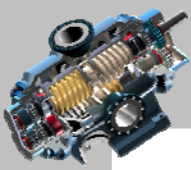
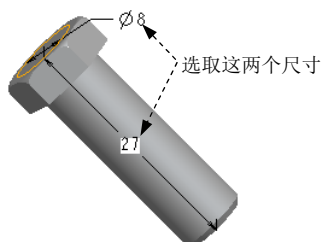

图 7.1.3 “族项, 类属模型: BOLT_1”对话框
图 7.1.4 选取尺寸
Step3. 单击对话框中的“添加/删除表列”按钮, 添加模型各尺寸变量、参数或特征，系统弹出“族项，类属模型：BOLT_1”对话框，如图 7.1.3 所示。
Step4. 在 **增加项** 区域中选中 ☒ **尺寸** 单选项，在模型上单击模型特征以显示所需尺寸，如图 7.1.4 所示，单击选取图 7.1.4 所示的两个尺寸，此时对话框如图 7.1.3 所示。